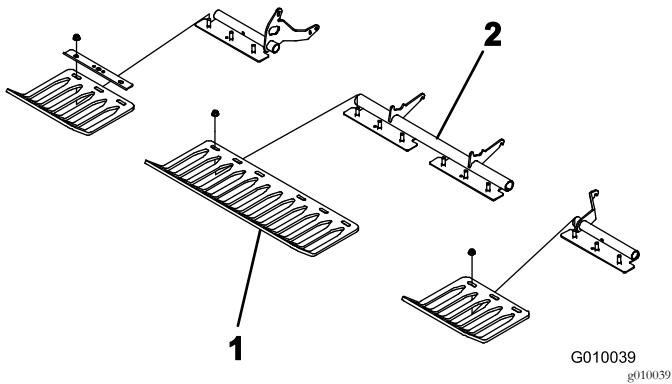

図 23
4. ターフガードブラケットにターフガード4本を仮止めする全部で12本のフランジナットを使用 図 23。この時点ではまた本締めしないこと。
注 ターフガードクランプとフランジナットはターフガードブラケットに取り付けて出荷されています 図 23